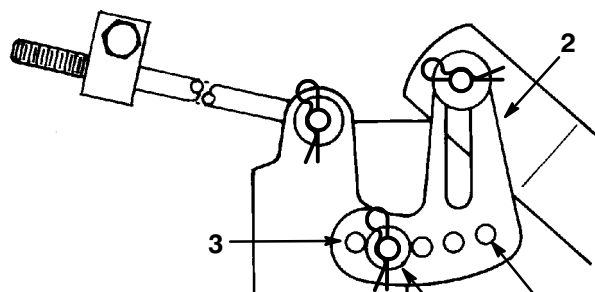

Figure 50
4. Enlevez la goupille fendue et la rondelle de l'une des pattes de mise à niveau (Fig. 50). Pour mettre les lames de niveau, fixez la patte de mise à niveau dans un autre trou à l'aide de la rondelle et de la goupille fendue (Fig. 50). Utilisez un trou plus en avant pour réduire la hauteur de ce côté, ou un trou plus en arrière pour l'augmenter. Répétez la procédure de l'autre côté de la tondeuse.